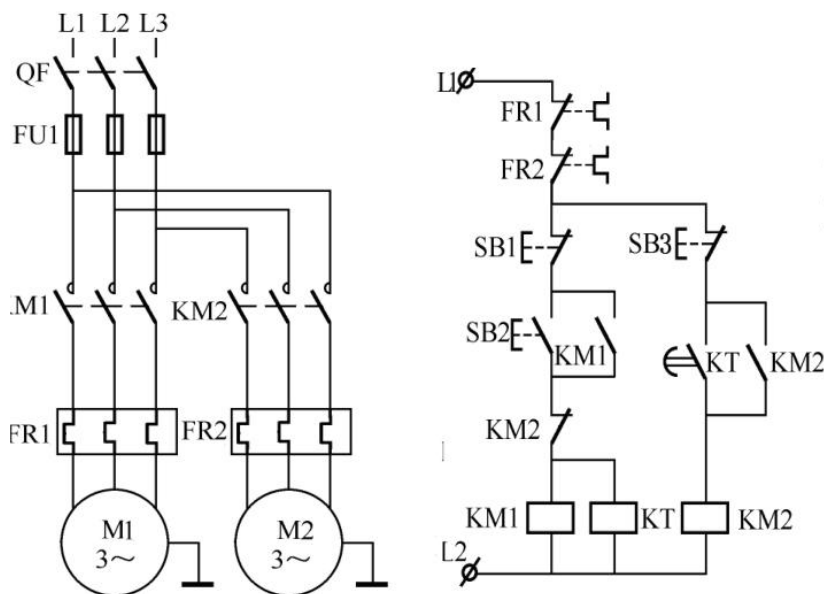

图1-3-9 继电器控制系统的设计与制作参考图
某系统由2台电动机M1和M2拖动，拖动要求：(1) M1先启动，经过10s后M2起动；(2) M2启动后，M1立即停止。电动机型号为Y-112M-4，4kW、380V、△接法、8.8A、1440r/min，请按要完成该部分电气系统的设计、安装、接线、调试与功能演示，(现场提供的电路原理图进行安装如图1-3-9所示)。